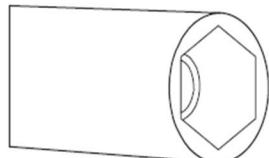

Рис. 1
2. Для замены жиклеров используйте ключ-шестигранник (Рис. 1).